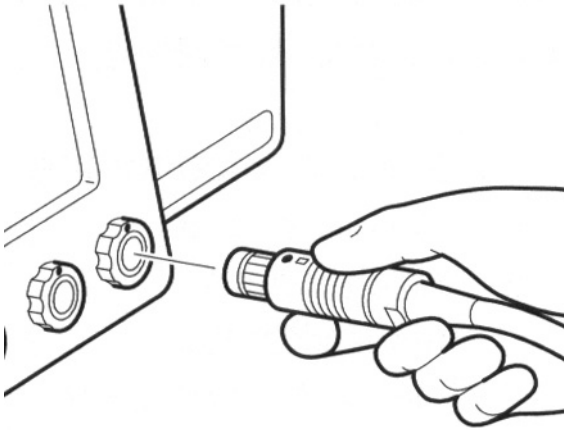

Figura 2: Ligar a peça manual à Consola do Aparelho de Corte
2. Insira cuidadosamente a ficha do cabo na entrada. Irá encaixar na posição correcta (ver Figura 2). (Para desligar o cabo, segure a ficha e puxe pelo respectivo rebordo).